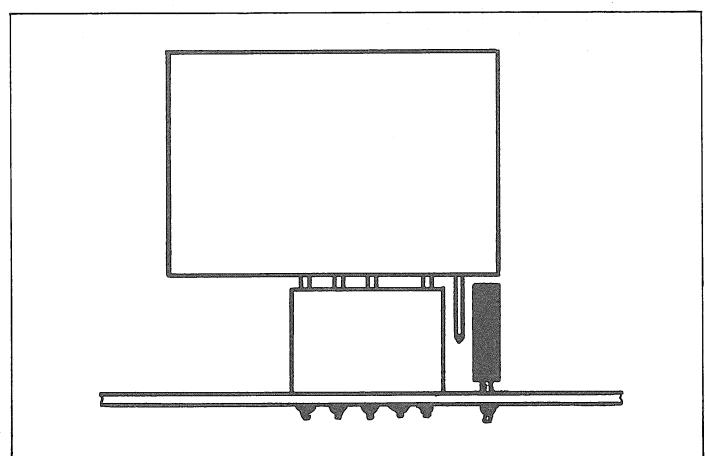

Fig. 3.5
- Der kleinere, sechs-polige Print (1.179.183.21) des Kabelbundes wird in der fünfpoligen CIS-Buchse (Pos. B auf dem ARM ELECTRONIC PCB) so eingesteckt, dass einer der Anschluss-Stifte zwischen der CIS-Buchse und dem Kondensator frei bleibt (siehe Fig. 3.5). Der Stecker, der vorher an diesem Platz war, wird in die Buchse auf dem kleineren Print 1.179.183.21 eingesteckt. (Auf richtige Codierung achten, in der Buchse muss ein Anschluss frei bleiben).